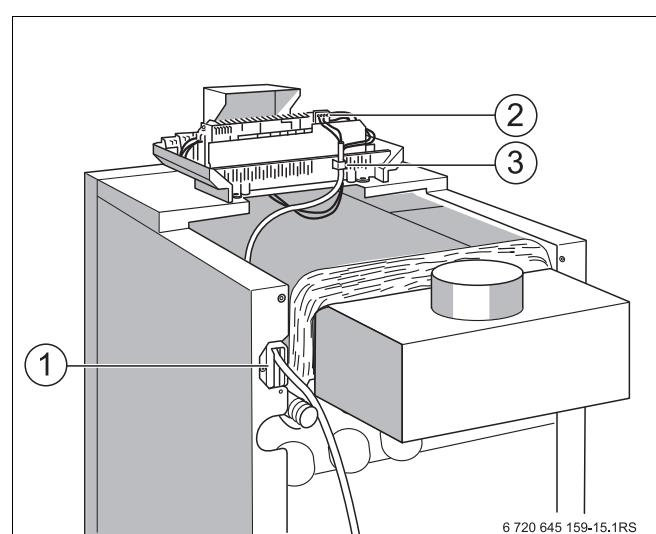

Рис. 17 Кабельный ввод и штекерные соединения
- Электрические соединительные провода за-казчика и соединительный провод от системы контроля дымовых газов провести к системе управления снизу через кабельный ввод (Рис. 17, поз. 1).
- Электрические подключения к штекерам (Рис. 17, поз. 2) системы управления (Рис. 17) выполнять согласно прилагаемой схеме.